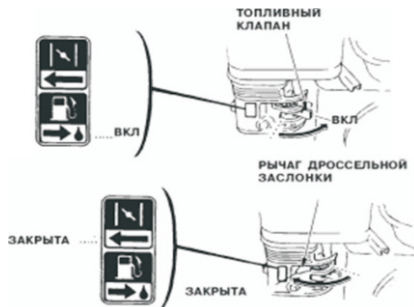

Рис. 16
1. Поставьте топливный клапан в положение «Вкл.» ("ON") (Рис. 16).